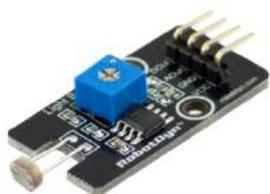

Рис.1
- Фото-датчик света с аналоговым и цифровым выходом 1 шт (рис.1)